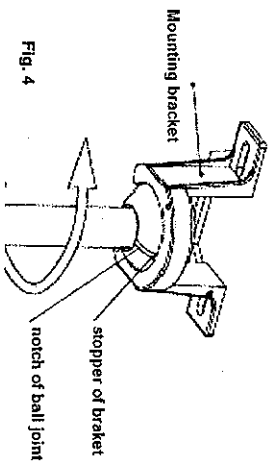

Fig. 4
2. Sollevare il corpo del ventilatore alla staffa di montaggio. Fig. 4